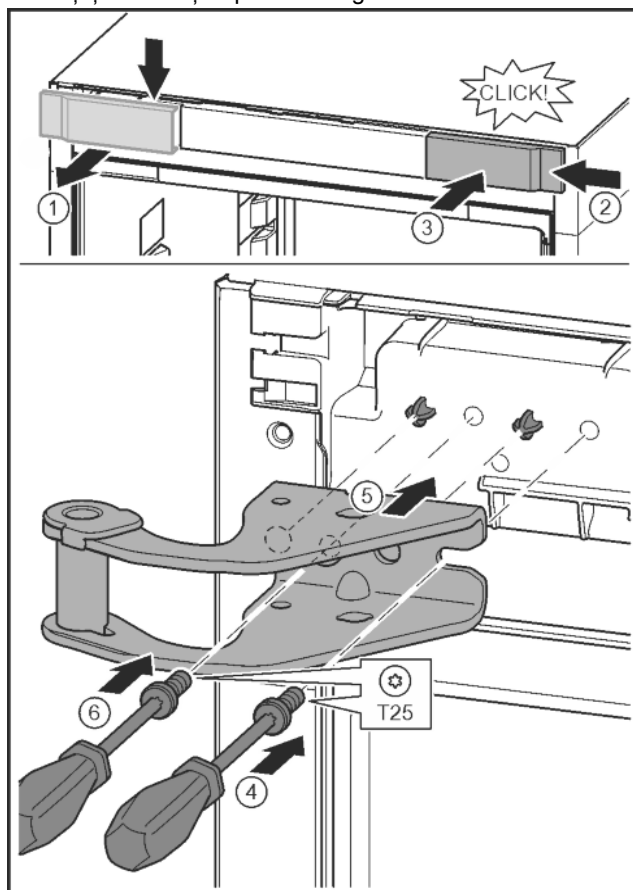

Fig. 12
- ▶ Desprindeți capacul și scoateți-l în lateral. Fig. 12 (1)
- ▶ Acroșați pe cealaltă parte din dreapta capacul rotit cu 180°. Fig. 12 (2)
- ▶ Fixați capacul în poziție. Fig. 12 (3)
- ▶ Aplicați șurubul cu șurubelnița T25. Fig. 12 (4)
- ▶ Aplicați suportul de lagăr superior. Fig. 12 (5)
- ▶ Înșurubați ferm șurubul. Fig. 12 (4)
- ▶ Introduceți șurubul cu șurubelnița T25 și înșurubați ferm. Fig. 12 (6)